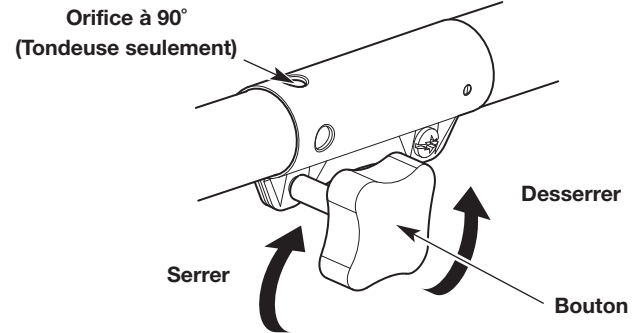

Fig. 4
3. Tournez le bouton dans le sens contraire des aiguilles d'une montre pour desserrer le coupleur (Fig. 4).
6. Tournez le bouton dans le sens contraire des aiguilles d'une montre pour serrer le coupleur (Fig. 4).
REMARQUE : Pour tailler une bordure décorative avec un accessoire taille-bordures, verrouillez le bouton de déclenchement dans l'orifice à 90° (Fig. 4).
2. Tournez le bouton dans le sens contraire des aiguilles d'une montre pour desserrer le coupleur (Fig. 4).